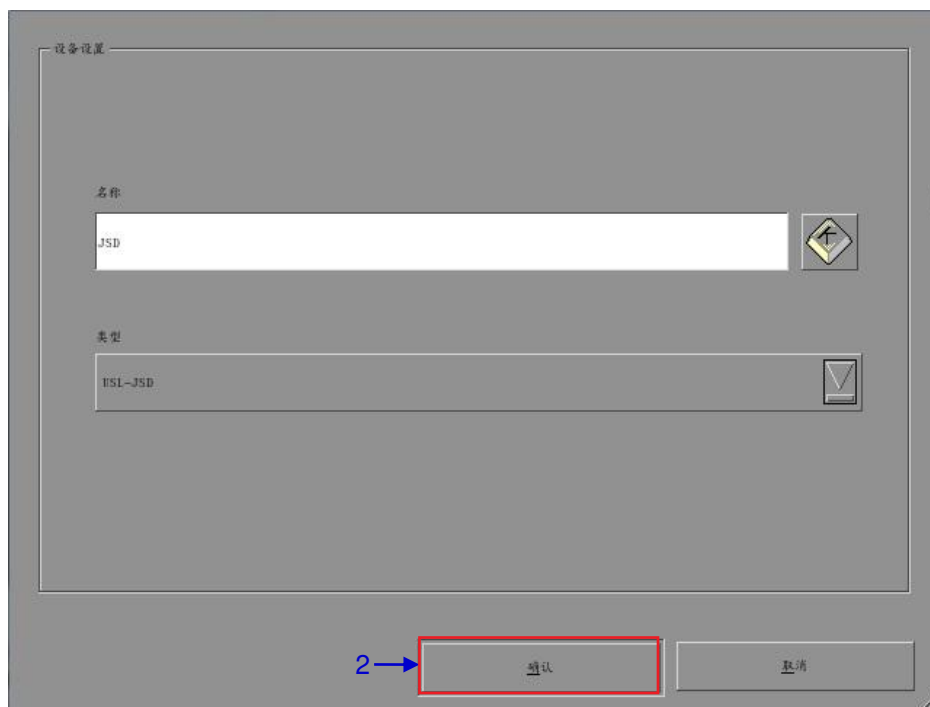

图 75 USL JSD 自动化设备设置.
1. 点击 [设备] 选项卡上的 [添加] 按钮，并输入设备名称，在本例中，名称为“JSD”，设置设备类型为“USL-JSD” (如图 75)。